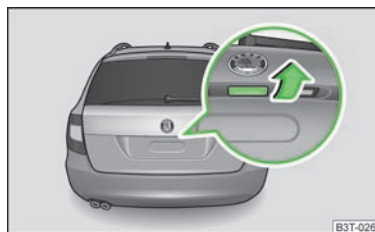

Fig. 20
- Apăsăți mânerul și ridicați simultan capota portbagajului » fig. 20.